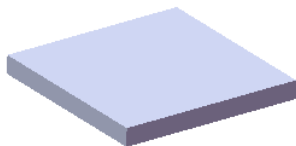
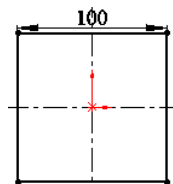

图 17.9.3 凸台一拉伸 1
图 17.9.4 横断面草图
Step2. 创建图 17.9.3 所示的零件基础特征——凸台一拉伸 1。选择下拉菜单 **插入(I)** → **凸台/基体(B)** → **拉伸(E)...** 命令；选取前视基准面作为草图平面，绘制图 17.9.4 所示的横断面草图。采用系统默认的深度方向；在 **方向1** 区域的 下拉列表中选择 **两侧对称** 选项，在 文本框输入深度值 10.0。单击 按钮，完成凸台一拉伸 1 的创建。